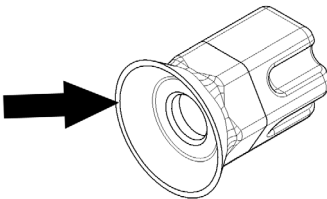

figura 18
**2 Mensualmente:** verifique que la junta de junta hexagonal no esté desgastada. Si es así, reemplace la junta en sí con una pieza de repuesto original del fabricante. (ver figura 18).